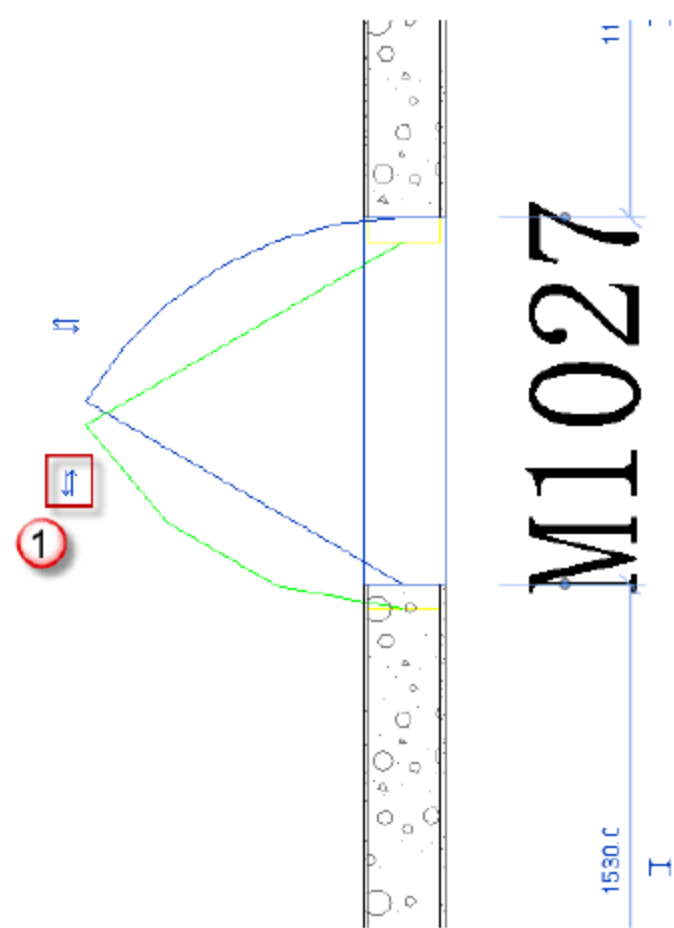
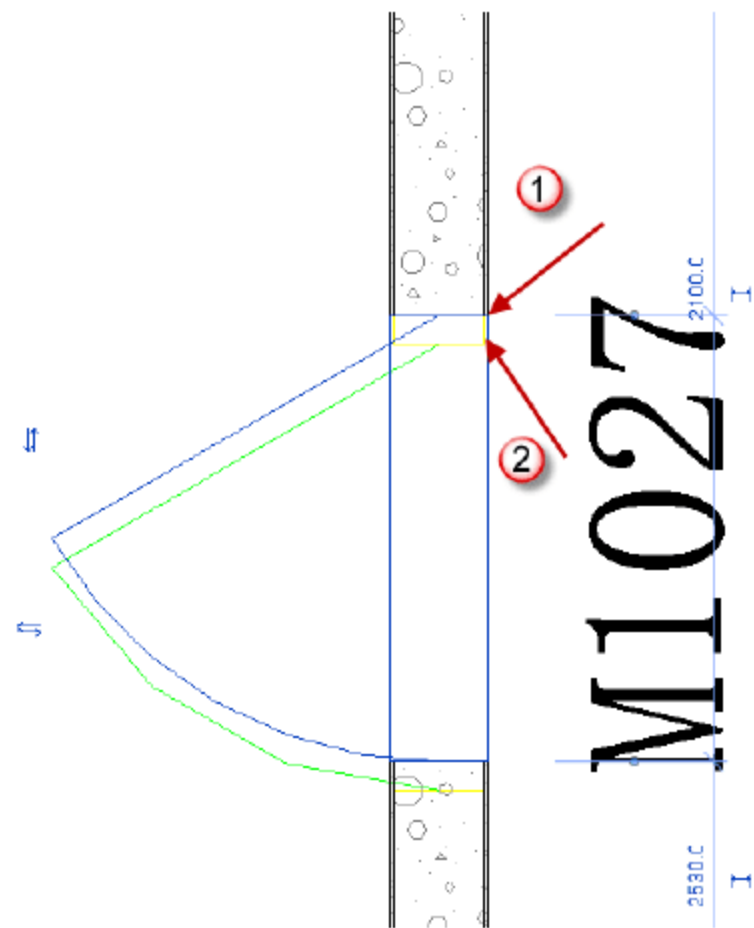

图 10.4.2 插入“M1027”门族
图 10.4.3 移动“M1027”族
(2) 插入“M1027”门族。选择“建筑”→“门”命令（或者按快捷键 D+R），在相应的地方插入族，再单击“水平向控件”，如图 10.4.2 所示。移动“M1027”族，先选择已经插入的门族，按快捷键 M+V，移动“M1027”，将“1”点移动到“2”点对齐，如图 10.4.3